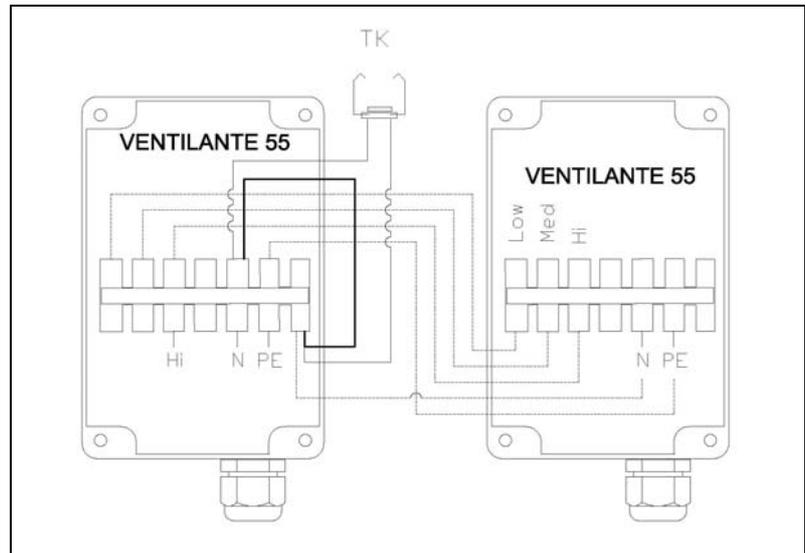

Figura 22
In caso di utilizzo della ventilante per il condizionamento (ingresso di acqua fredda alla batteria di scambio), per il funzionamento dei ventilatori sarà necessario escludere il termostato di ventilazione (TK), che interrompe l'alimentazione elettrica ai ventilatori in caso di bassa temperatura dell'acqua. Per garantire il funzionamento dei ventilatori, sarà necessario ponticellare i contatti del termostato direttamente sulla morsettiera del ventilatore, come indicato in Figura 22, oppure utilizzare un interruttore remoto (E/I estate contatto ponticellato, inverno contatto aperto).